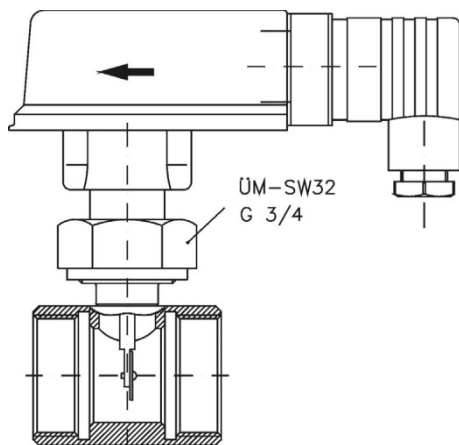

Abb. 5
- ↪ Strömungsschalter, die optional mit Kupfer-Rohrstück (→ Abb. 5) ausgestattet sind, müssen Sie mit der Rohrleitung verlöten. Während des Lötens ist der Strömungsschalter und der O-Ring vom Rohrstück zu demontieren.